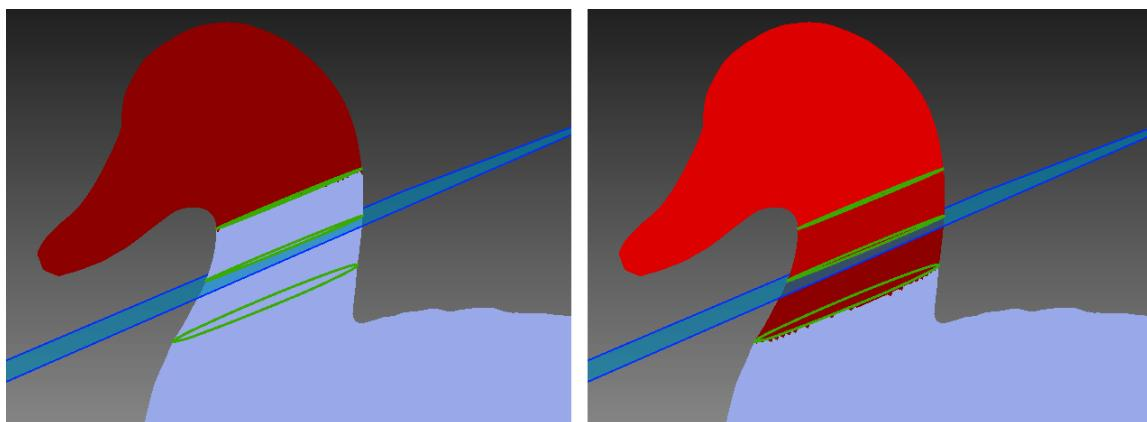

Рис. 9.11: Вид оболочек: одна оболочка выбрана слева и несколько справа
**Несколько оттенков красного** обозначают полигоны, принадлежащие одной оболочке (темно-красный на левом изображении Рис. 9.11) и нескольким оболочкам (от более светлого красного до самого светло-красного на правом изображении Рис. 9.11). Когда выбрана пара оболочек, расчет разности объемов и площадей также выполняется, и результаты отображаются в нижней части панели *Сечение*.